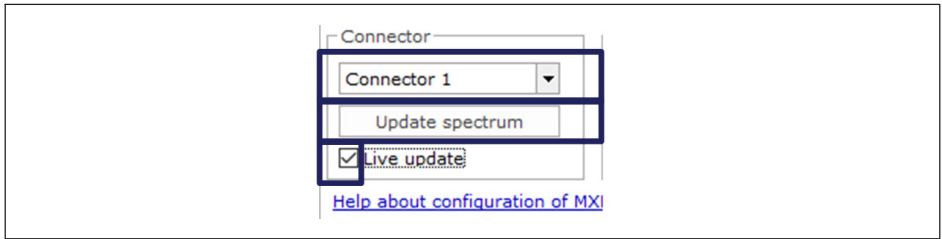

図4.8 Update Spectrum (スペクトルの更新)
- ▶ コネクタボックスで選択したコネクタを変更します (図4.8)。
- ▶ スペクトルを更新するには、スペクトルの更新ボタン (図4.8) を押します。
- ▶ 継続的なアップデートについては、ライブアップデートにチェックマークを入れます。(図4.8)を選択。